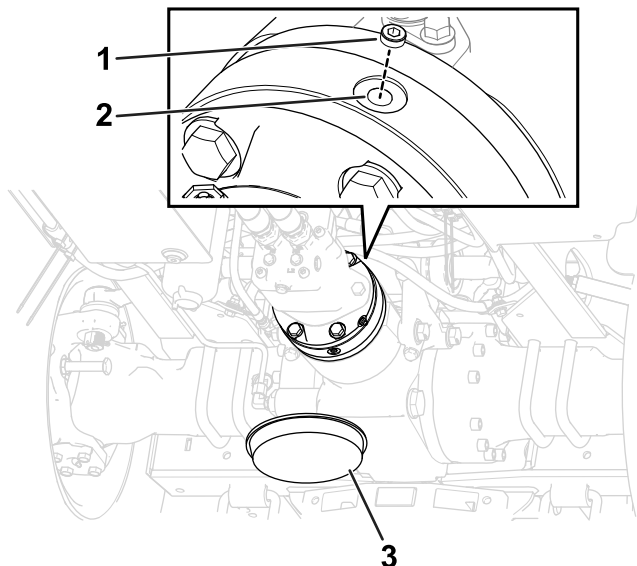

Рисунок 106
5. Снимите пробку заливного отверстия в верхней части корпуса тормоза (Рисунок 106).
7. Заверните пробку в заливное отверстие (Рисунок 106).